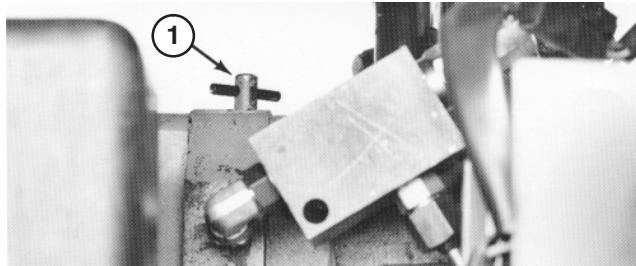

Figure 16
- Localisez la vanne de dérivation sur la transmission (Fig. 16) et tournez-la dans le sens anti-horaire de 1/2 à 1 tour. En s'ouvrant, la vanne ouvre un passage à l'intérieur de la pompe ; et l'huile de transmission est ainsi mise en dérivation. Il est alors possible de pousser la machine sans endommager la transmission.